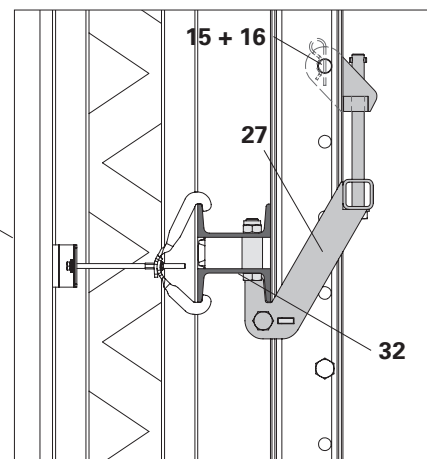

Fig. C1.07b
3. Tirare il dispositivo di regolazione SRU esterno (27) sull'estremità inferiore del corrente di rinforzo.
4. Montare la parte superiore del dispositivo di regolazione sul corrente di rinforzo con perni di montaggio Ø 21 (15) e inserti a molla 4/1 (16).
5. Regolare nella parte inferiore del bullone di regolazione SW 30 fino all'appoggio contro il corrente. (Fig. C1.07b)